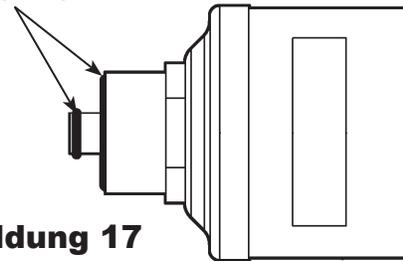

Abbildung 17
5. Beim Untersuchen des neuen Filters Abbildung 17 hinzuziehen. Prüfen, ob beide Dichtungsringe geschmiert sind, richtig in den Auskehlungen sitzen (siehe Abbildung) und unbeschädigt sind. (Die Dichtungsringe wurden mit ISO6743-3 DVA/DVC-Öl geschmiert.)